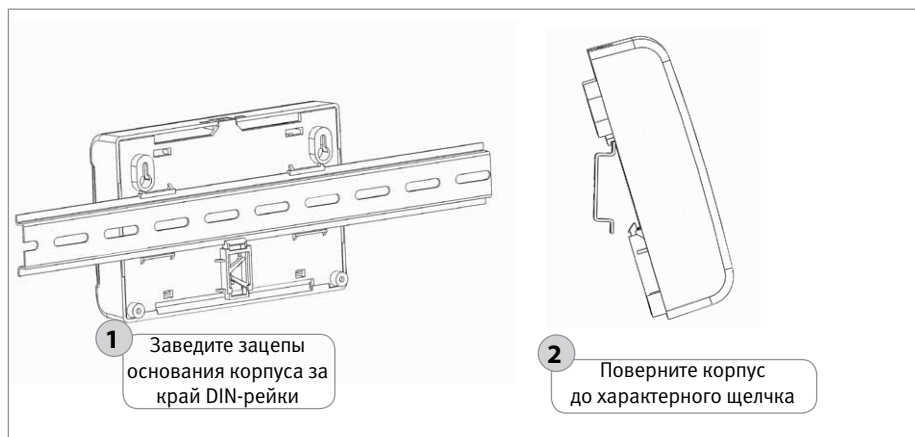

Рисунок 2. Установка блока «C2000-CP1 исп.01» на DIN-рейку
2. Установите блок на DIN-рейку в порядке, указанном на рис. 2.